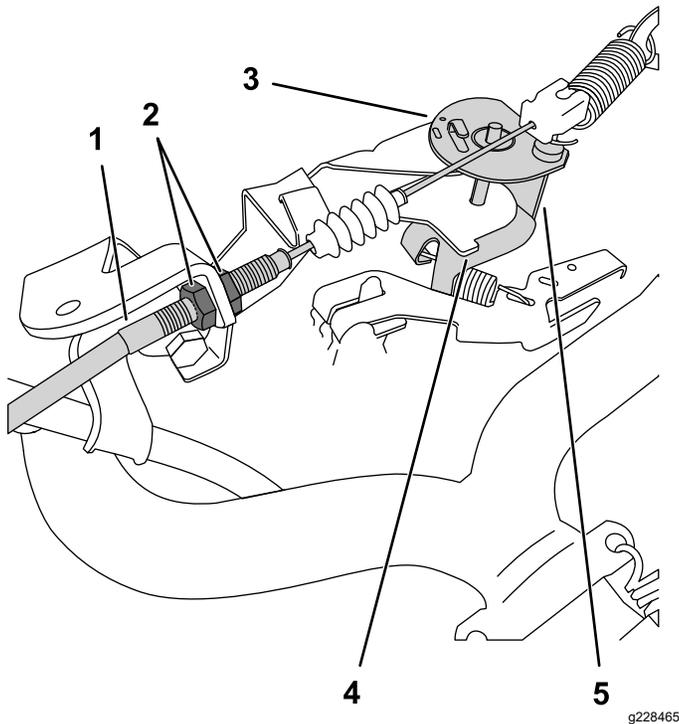

Figura 39
3. Nel cavo dell'acceleratore, allentate il controdado anteriore e serrate il controdado posteriore per aumentare il minimo inferiore (Figura 39).